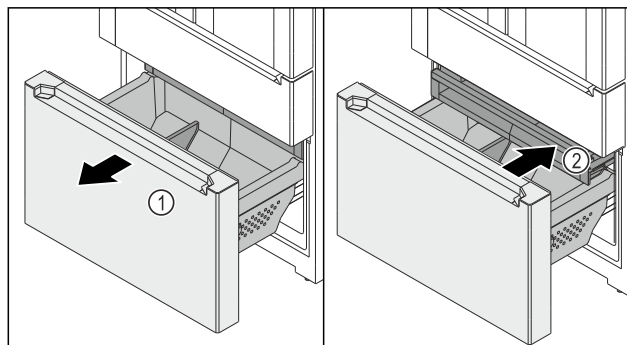

Fig. 152
- ▶ Estrarre il carrello di estrazione Fig. 152 (1) fino a battuta.
- ▶ Il cassetto Fig. 152 (2) esce in automatico.
- ▶ Inserire il cassetto Fig. 152 (2).